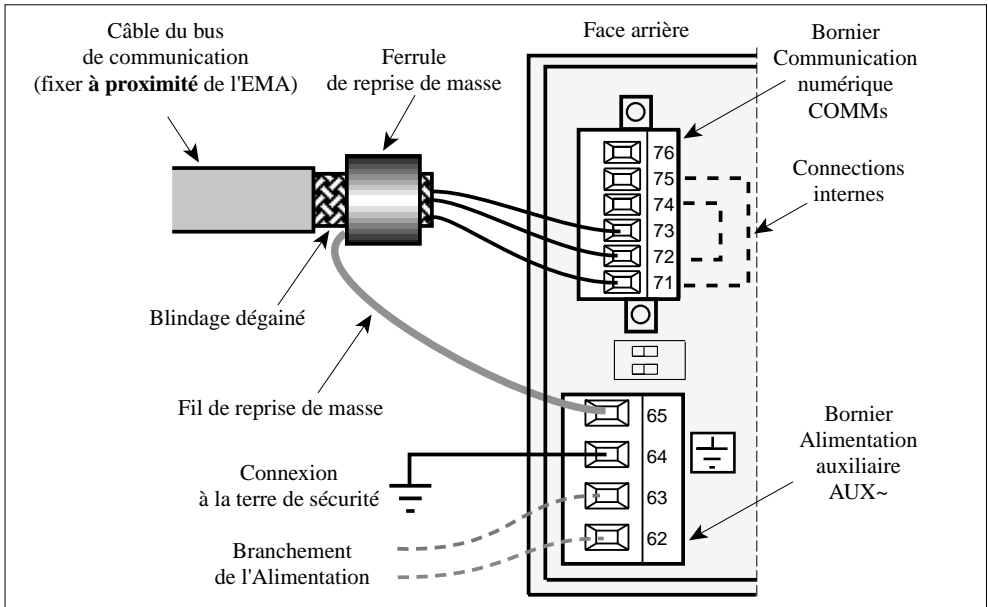

Figure 2-8 Câblage et Mise à la masse du blindage du bus de communication
Pour faciliter la mise à la masse du blindage du câble de communication, il est possible d'utiliser une **ferrule métallique** connectée par un fil de reprise à la terre de sécurité (voir figure 2-8).
- **Introduire** le câble dans la ferrule de façon à ce que le blindage se trouve en contact avec la ferrule métallique (voir figure 2-8).
- **Connecter** la ferrule à la borne **65 (PE)** de reprise de la masse (voir figure 2-8).